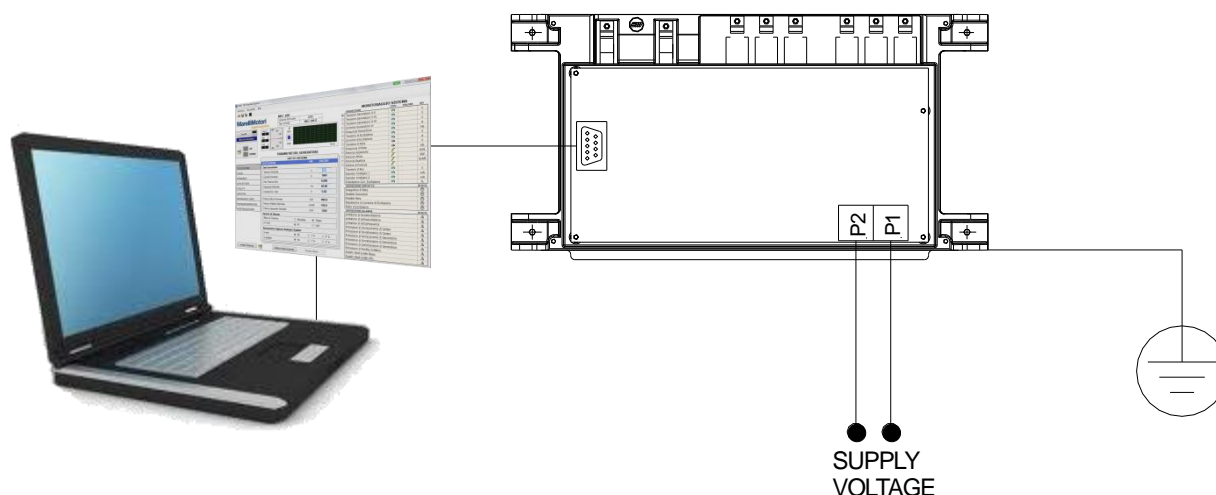

Fig. 5.2.a
Sur la Fig. 5.2.a est reporté le schéma de branchement à effectuer pour le montage préliminaire du MEC-100. Les actions à effectuer sont les suivantes (dans l'ordre) :
**POUR LE MONTAGE PRÉLIMINAIRE DU MEC-100 DÉBRANCHER TOUS LES CÂBLES CONNECTÉS ET ALIMENTER LA CARTE À PARTIR D'UNE SOURCE EXTERNE AU GÉNÉRATEUR.** Les seules connexions doivent être celles montrées sur la Fig. 5.2.a.